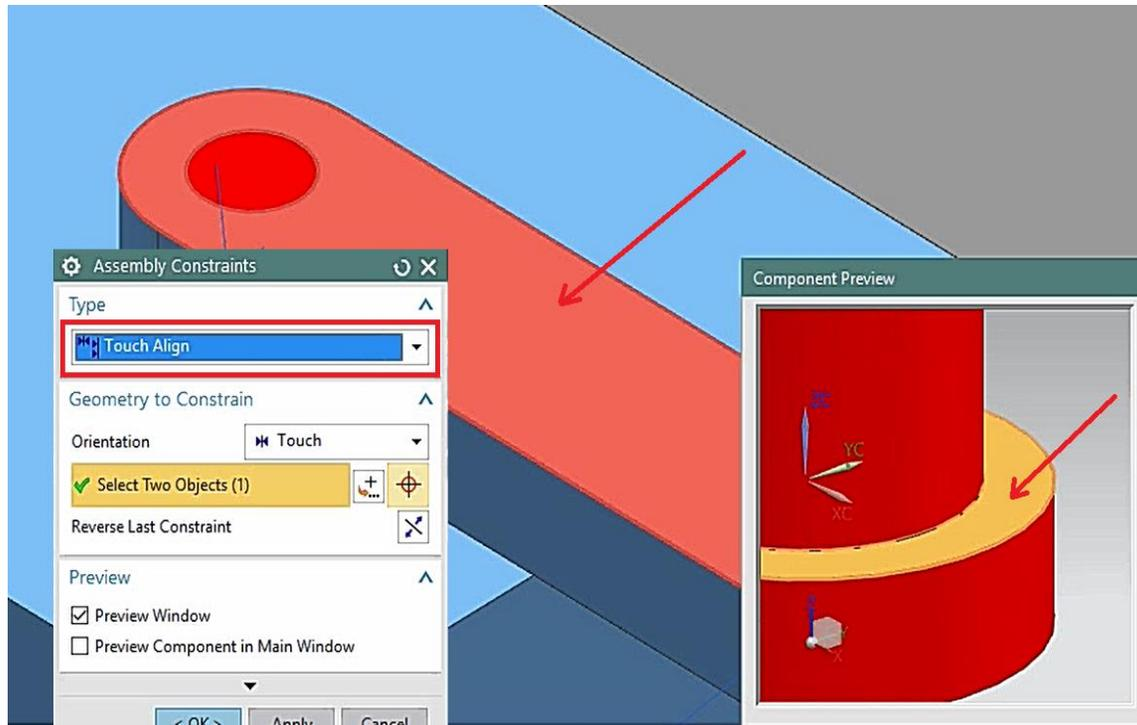

Figura 1.27 Restricción tipo **Touch Align**, cara superior de **biela1a.prt** y cara inferior de la cabeza de **perno1a.prt**.
- Seleccionar la cara inferior de la cabeza de **perno1a.prt** y la cara superior de **biela1a.prt** (Figura 1.27).